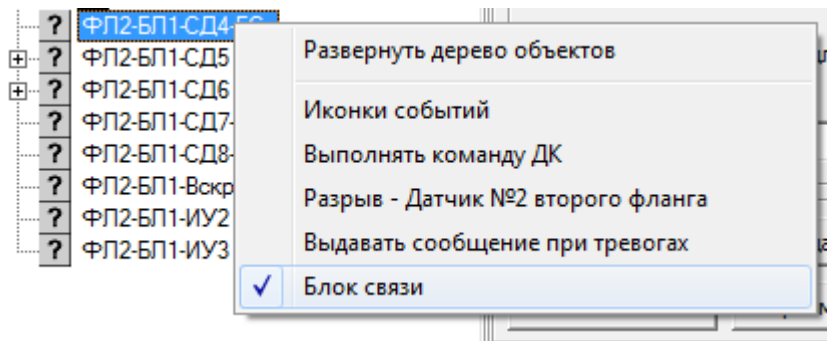

Рисунок 38.
- Нажать правую кнопку мыши и в выпадающем меню выбрать опцию «Блок связи» (см. рисунок 38);